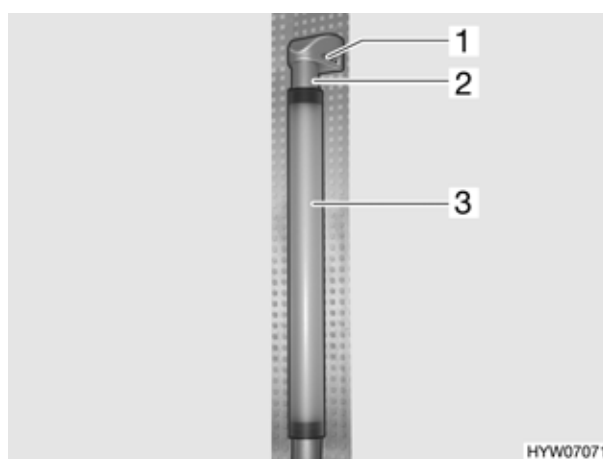

Bild 151 Toilettenraumleuchte (Variante 1)
- Säulensockel (Bild 151,1) lösen.
- Metallhülse (Bild 151,2) nach oben drücken und Leuchtenglas (Bild 151,3) nach oben abnehmen.